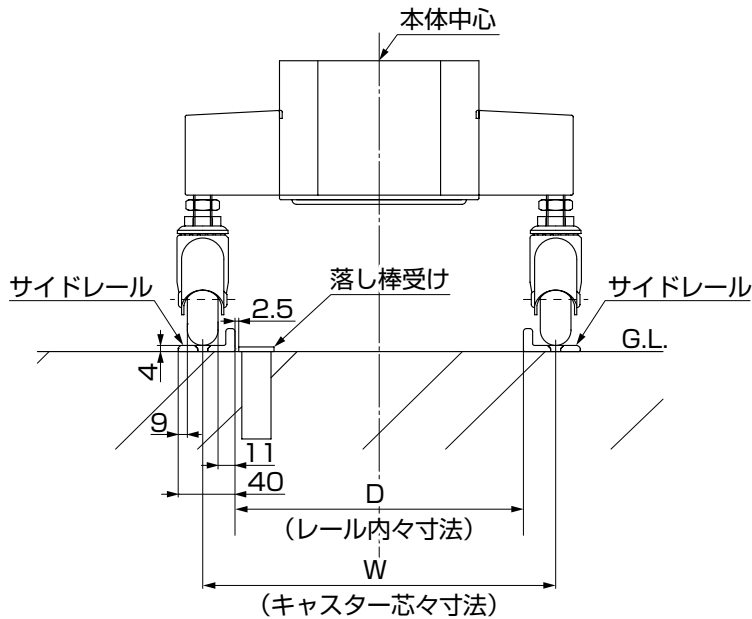

図9-14
③落とし棒受けは本体設置後、本体落とし棒の位置に合わせて地盤に指定の孔加工をしてください。(図9-14参照)